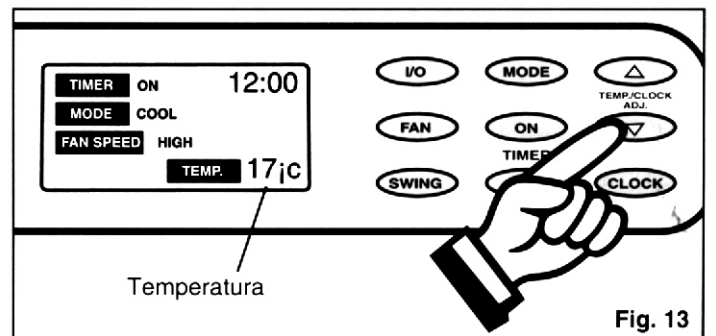

Fig. 13
- 4) Oprima la tecla  $\Delta$  o  $\nabla$  correspondiente para seleccionar una graduación de temperatura adecuada. La temperatura seleccionada quedará indicada en la ventana de visualización de cristal líquido (**LCD según sus siglas en inglés**). Las graduaciones de temperatura se pueden cambiar entre 17°C (62°F) et 30°C (88°F). *Fig. 13.*